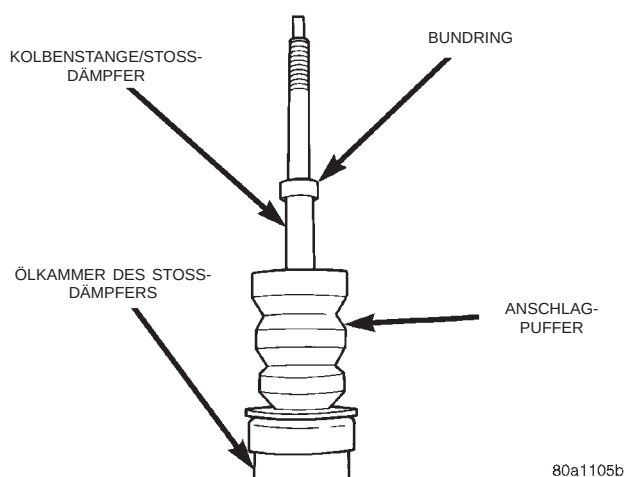

Abb. 95 Anschlagpuffer des Stoßdämpfers
HINWEIS: Der Bundring (Abb. 95) sitzt in einer Preßpassung auf der Kolbenstange und darf nicht abgebaut werden. Der Anschlagpuffer muß zum Ausbau über den Bundring geschoben werden.
(13) Anschlagpuffer (Abb. 95) von der Kolbenstange/Stoßdämpfer abbauen.